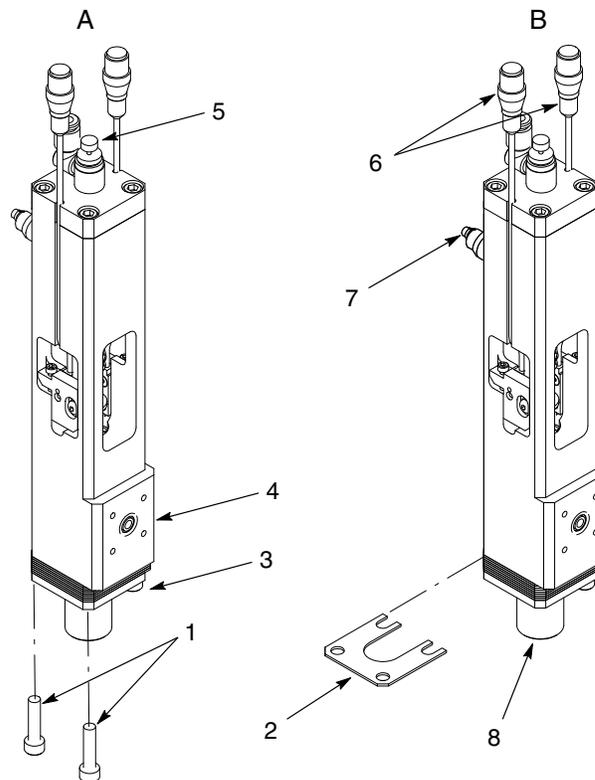

Abb. 3 Raupengröße einstellen
Siehe Abb. 3 und Anweisungen in Tabelle 3.
2. Siehe Abb. 3. Nur die zwei Schrauben (1) wie in A gezeigt abnehmen. Die anderen Schrauben (3) nur so weit lösen, dass die Unterlegplatten (2) hinzugefügt oder abgenommen werden können.
3. Unterlegplatten (2) wie in B gezeigt hinzufügen oder abnehmen, um die gewünschte Raupengröße zu erhalten. Den Düsenadapter (8) mit der Hand eindrücken, bis er an den Unterlegplatten (2) anliegt.
4. Die Schrauben (1) installieren. Die Schrauben (1, 3) mit 11 ft-lb (15 N•m) festziehen.